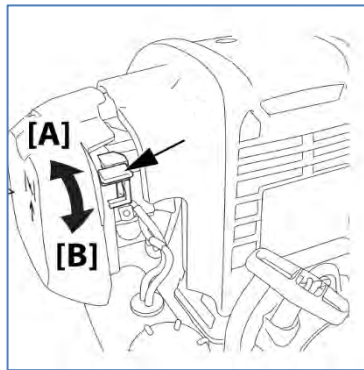

Figure 4: Choke ON (UP) / OFF (DOWN) position.
2. Avant de démarrer le conducteur, appuyez plusieurs fois sur la pompe d'amorçage du carburant jusqu'à ce qu'elle soit remplie de carburant. Ensuite, faites glisser l'étranglement à la position ON [A] comme illustré à la figure 4.